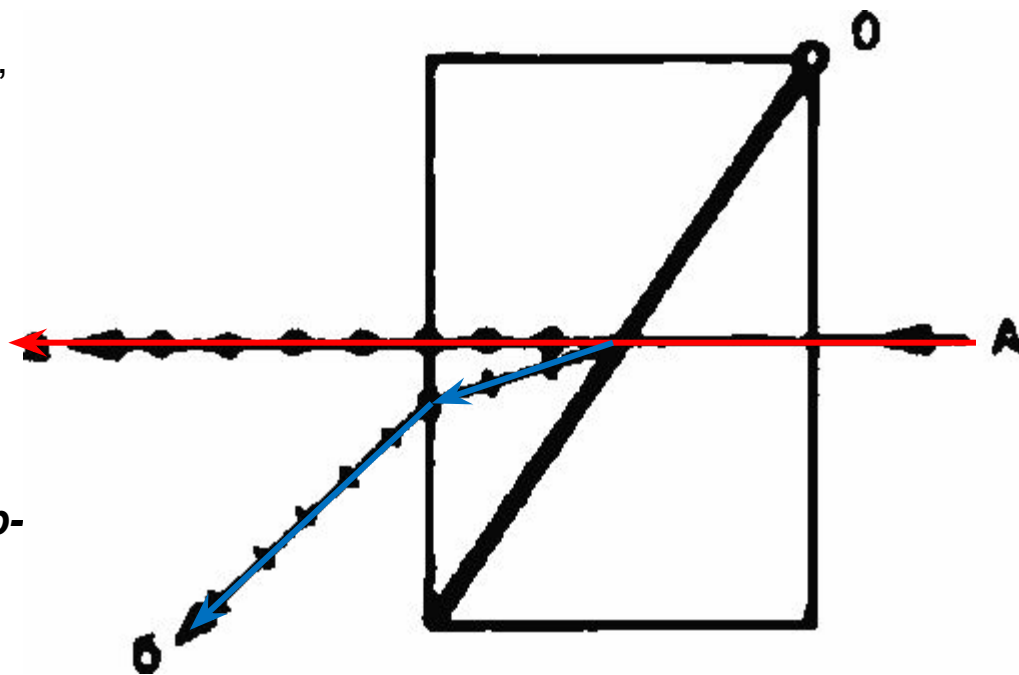

Рис.6 Расщепление луча A в спаренной призме
- Поляризационная призма состоит из двух прямоугольных призм (**Рис.6**), изготовленных из различных материалов. Падающий под прямым углом к поверхности катета верхней призмы луч **A** на ребре преломления, которое соответствует оптической оси **O**, расщепляется на два луча.